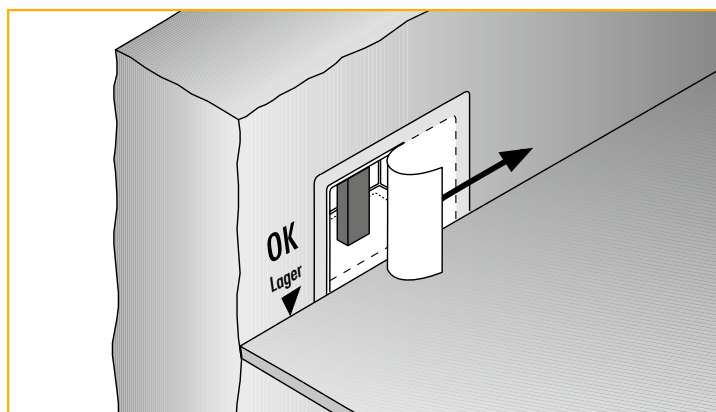

Abbildung 2
- ▶ Den Innenbereich der Schutzfolie der Schöck Tronsole® Typ AZ entlang der Perforation entfernen. Holzstütze und den zusammengeklappten Anschluss-Rahmen herausnehmen (Abbildung 2).